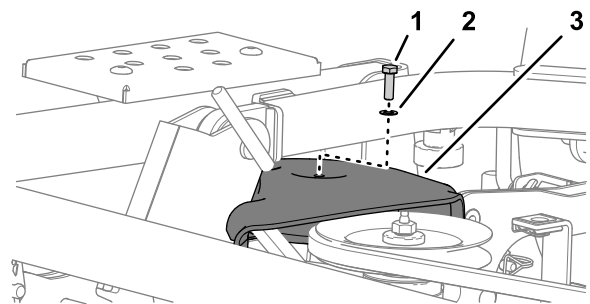

Figura 117
2. Retire el perno y la arandela que sujetan la cubierta de la polea a la carcasa de corte (Figura 117).
1. Alinee la cubierta de la polea sobre la polea situada más a la derecha; consulte la Figura 117 en Retirada de la cubierta de la polea (página 82).